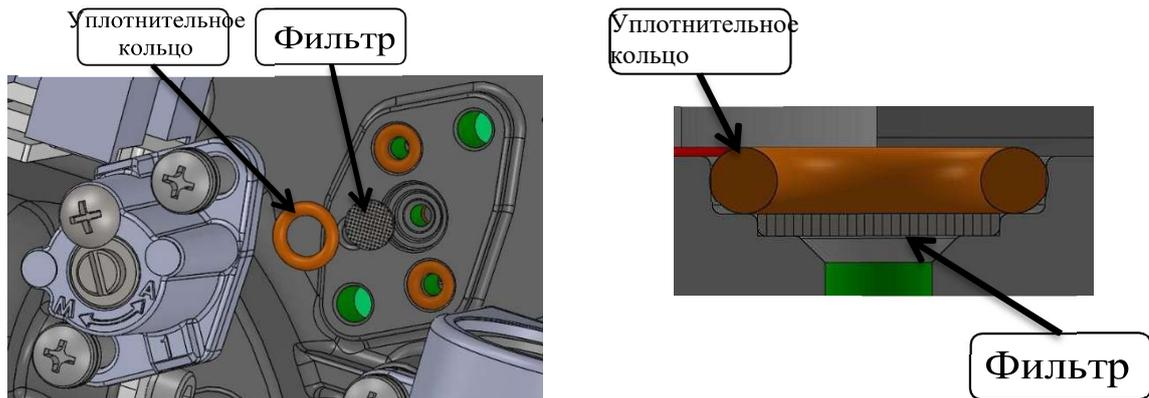

Рисунок 5.4.2 Сетчатый фильтр
5. Контролируя положение уплотнительного кольца и фильтра, замените их (см. Рисунок 5.4.2).